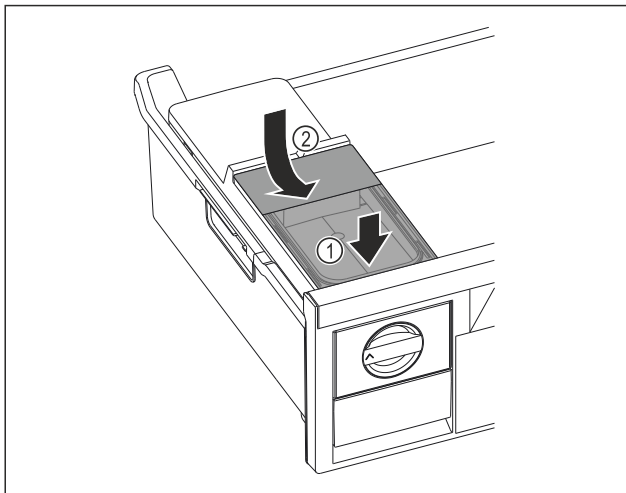

Fig. 68
- Nádržku na vodu nasadíte vpredu. Fig. 68 (1)
- Nádržka na vodu spustíte vzadu. Fig. 68 (2)